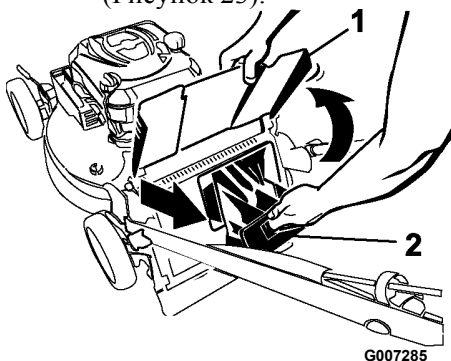

Рисунок 23
2. Поднимите и выньте дефлектор загрузки (Рисунок 23).
1. Выньте нижний штепсель загрузки (Рисунок 23)